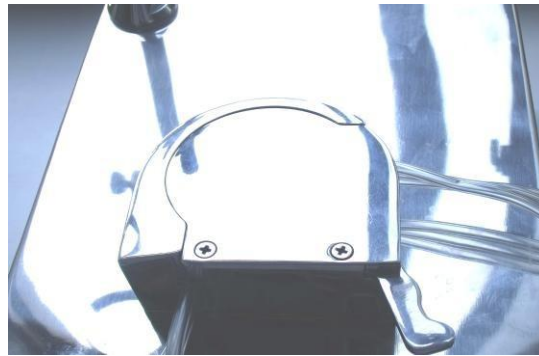

图 9
- 1.2.6. 最后钩住钩子，将手柄向后扳到定位完成即可（图 9）。